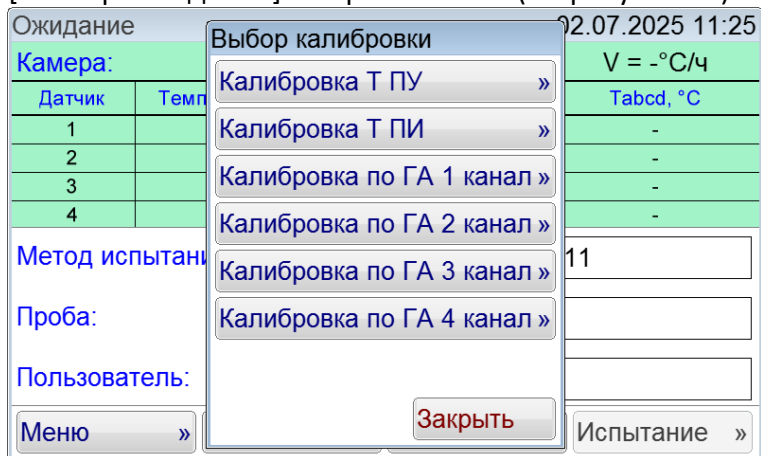

Рисунок 23 – Окно «Выбор калибровки»
3) Нажать кнопку [Калибровка датч.Т]. Откроется окно (см.рисунок 23)